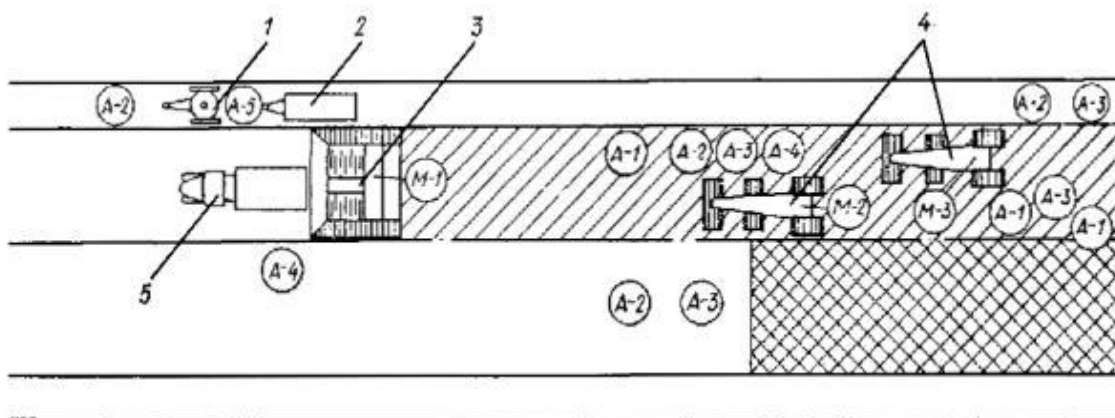

Рис. 31
38. На рис. 31 представлена технология работ по укладке асфальта, где позиция (2)